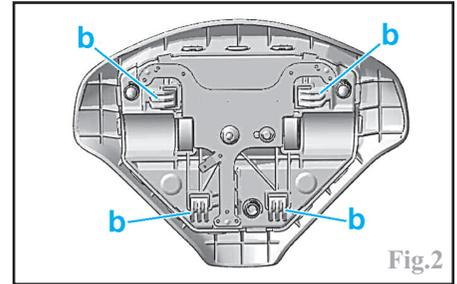

Fig.2
**A la repose,** mettre en place le coussin gonflable et appuyer dessus pour le clipper (4 clips b) (Fig.2)